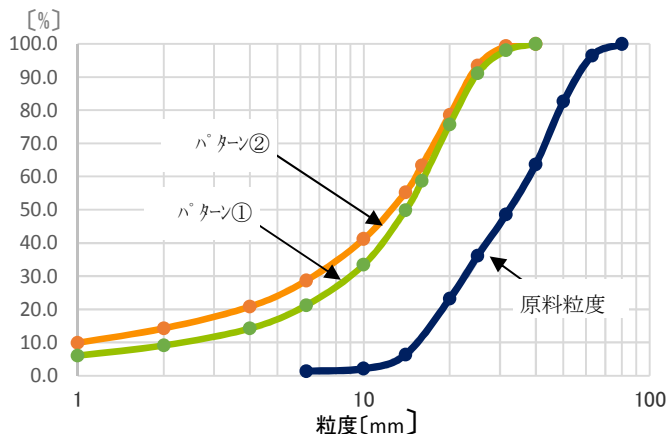
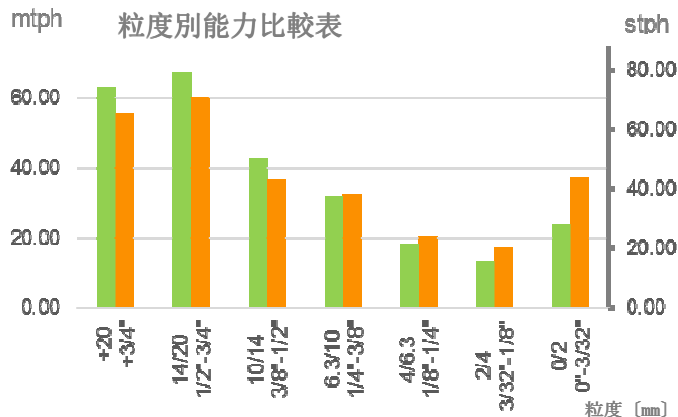

図12 破碎粒度曲線
図13 破碎粒度毎の生産量
原料とパターン①、②の破碎粒度を図12に示す。また、各生産サイズ毎の生産量比較を図13に示す。この表から解るように、パターン①は主に粗骨材を生産する運転で、パターン②は細骨材の生産量も増加させたものである。